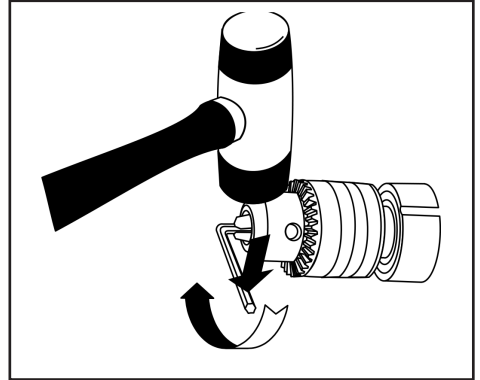

Fig.11
2. Golpee la llave hexagonal con un mazo en el sentido de las agujas del reloj (Fig. 11). Esto aprieta el mandril en el eje.